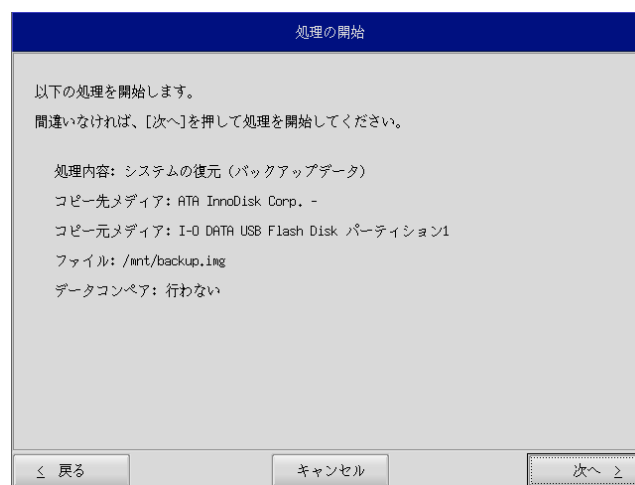

図 5-2-7. 確認画面
- ⑪ 確認画面(図 5-2-7)が表示されます。メディア、パーティション、バックアップファイルを確認します。